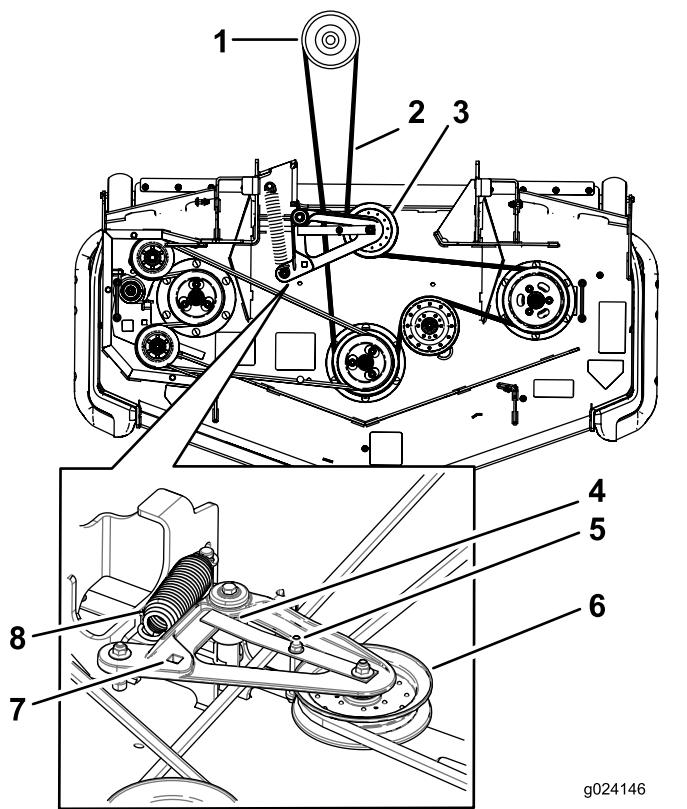

Figura 107
5. Retire la chapa de suelo e introduzca una llave de carraca en el orificio cuadrado del brazo tensor de la carcasa (Figura 107).
6. Gire el brazo tensor de la carcasa en sentido horario, levante la pestaña de la guía de la correa (máquinas de descarga trasera solamente), y retire la correa del cortacésped (Figura 107).